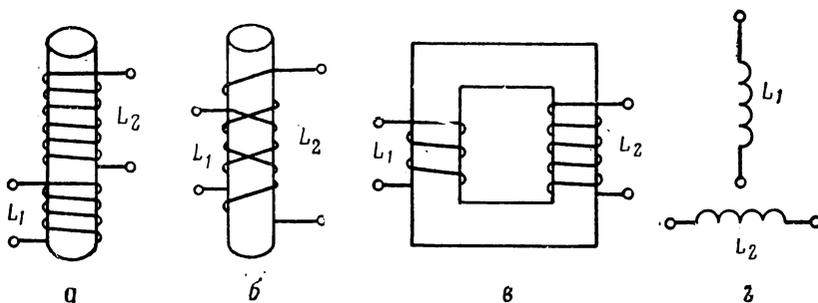

Рис. 116. Магнитная связь между двумя катушками, связанными взаимной индукцией:
На рис. 116, *a* изображены катушки  $L_1$  и  $L_2$ , намотанные на бумажный или пластмассовый каркас без стального сердечника. В этом случае  $k \approx 0,1$ . На рис. 116, *b* изображены катушки  $L_1$  и  $L_2$ , намотанные на тот же каркас одна на другую. Для этого случая  $k \approx 0,3$ . На рис. 116, *v* катушки  $L_1$  и  $L_2$  находятся на общем стальном сердечнике. Теперь  $k \approx 1$ . Коэффициент связи будет около нуля, если катушки  $L_1$  и  $L_2$  без сердечника расположить взаимно перпендикулярно (рис. 116, *z*) на определенном расстоянии одну от другой.
Для случая, приведенного на рис. 116, в, когда  $L_1 = 2$  гн и  $L_2 = 8$  гн,  $k = 1$ . Тогда по формуле (33)